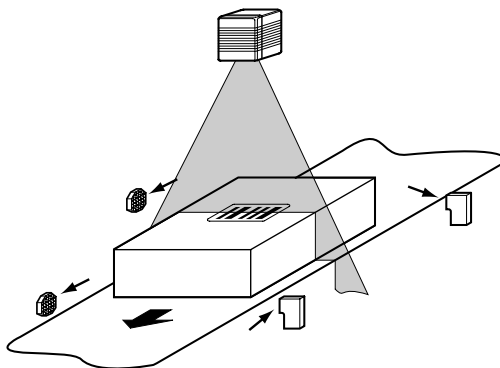

Bild 10.2: Reinigung der externen optischen Sensoren (Lesetaktgeber, Objekthöhendetecktion)
- Bei externer Lesetakterzeugung und/oder Objekthöhendetecktion mit Sensoren (z.B. Reflexions-Lichtschranken) deren optisch wirksame Flächen ebenso säubern (Bild 10.2). Verschmutzungen können fehlerhaftes Schaltverhalten hervorrufen.